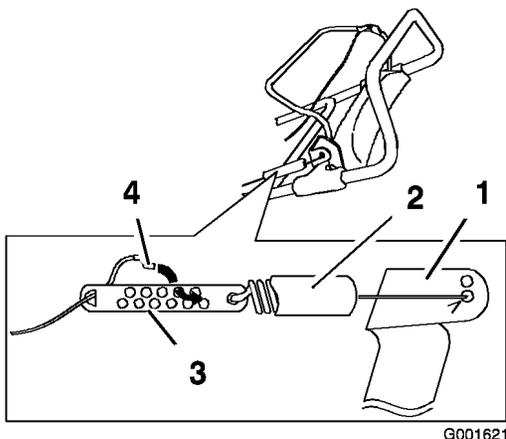

Figure 22
1. Décrochez le ressort du support de la barre de commande (Figure 22).
- Remontez la protection du ressort sur le dispositif de réglage du câble (Figure 22).
- Décrochez le raccord en Z du dispositif de réglage et replacez-le dans un autre trou du dispositif de réglage de manière à obtenir l'écartement voulu de 3 à 6 mm (1/8 à 1/4 pouce) entre le support de la barre de commande et le mancheron. (Figure 22).